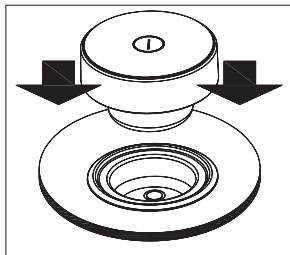

Рис. 3.
**!** Для выбора конфорки в данных моделях необходимо нажать на регулятор выбора зоны (3).
- 1 Вставьте регулятор (2) в рабочий корпус (см рисунок 3).
- 2 Нажмите на сенсорную клавишу «Вкл.» ① (1) и удерживайте ее не менее 1 секунды. Сенсорное управление станет активным и видимым, а внешнее кольцо будет светиться. Если какая-либо из варочных зон будет горячее, на соответствующем индикаторе (4) будет отображаться буква Н.